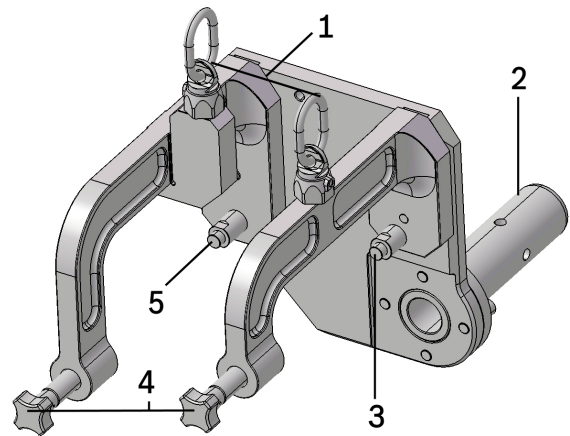

Figura 1: Soporte de la caja de cambios T40344
3. Retire el perno (3) del soporte de la caja de cambios y guárdelo en un lugar seguro (consulte Figura 1).